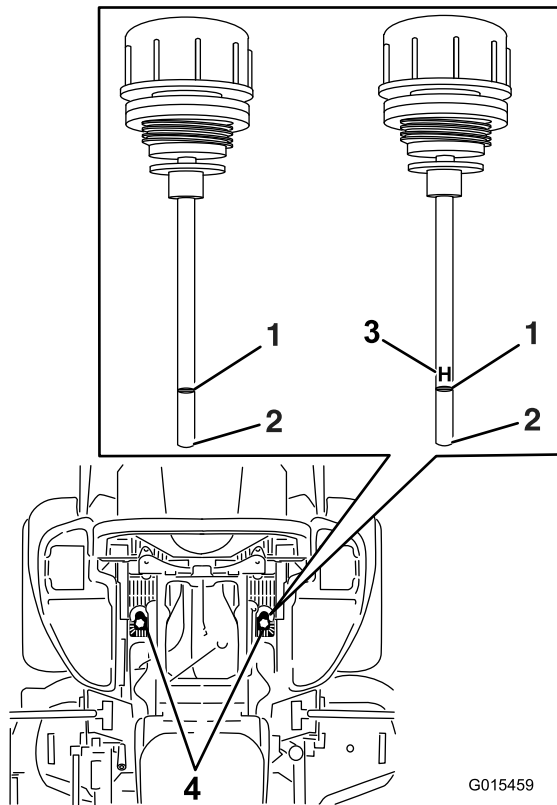

Figure 90
6. Nettoyez la surface autour des jauges des réservoirs du système hydraulique (Figure 90).
7. Sortez la jauge du réservoir hydraulique (Figure 90).
9. Ressortez la jauge et examinez l'extrémité (Figure 90). Si le niveau d'huile est au repère minimum, versez lentement la quantité d'huile qui convient dans le réservoir hydraulique pour faire monter le niveau jusqu'au repère maximum(H).